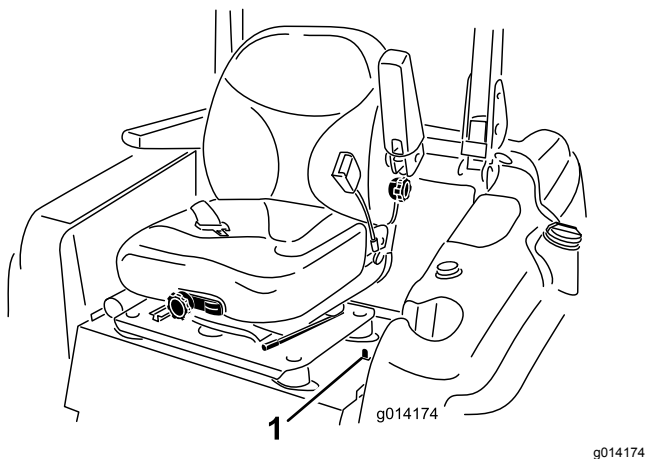

Figura 15
1. Mova o trinco do banco, localizado no lado esquerdo do banco, para trás para soltar o banco e empurre para a frente na parte superior do banco (Figura 15).